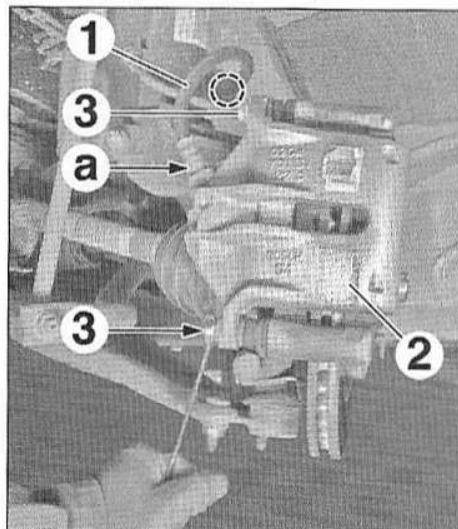

FIG.4
- Libérer le flexible de liquide de frein (1) de l'élément de suspension (Fig.4).
- Desserrer le raccord (a) de l'étrier (2).